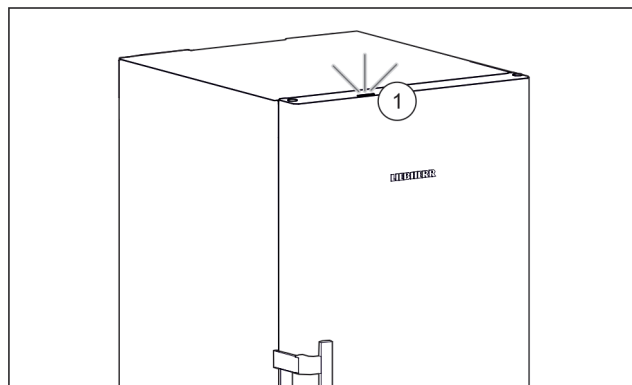

Fig. 4
Przy uruchomieniu urządzenia kontrolka stanu Fig. 4 (1) jest fabrycznie wyłączona.